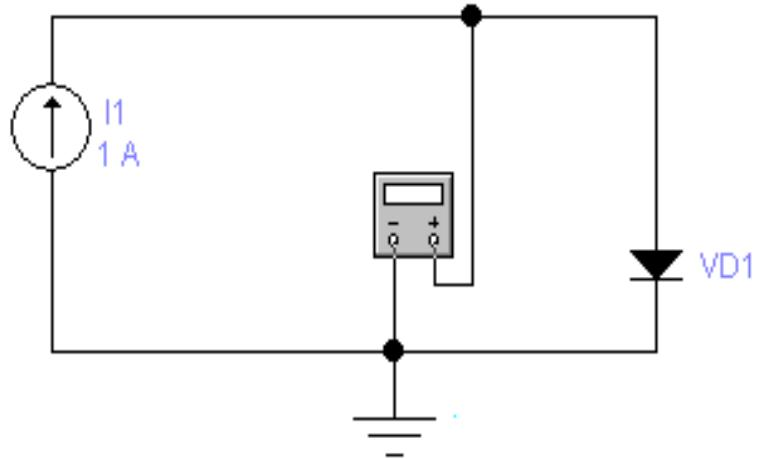

Рисунок 4.35 – Схема для зняття вольт-амперної характеристики напівпровідникового діода
1. Зібрати схему для зняття вольт-амперної характеристики напівпровідникового діоду (рис. 4.35).